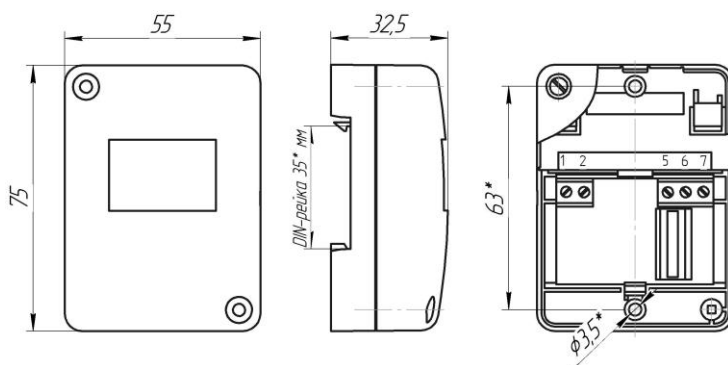

Рис.1. Габаритные и установочные размеры А16-МАУ.Ех, А16-МАУ.Ех исп.2
6.1.1. При проектировании размещения устройств пожарной автоматики необходимо руководствоваться Сводом правил СП 5.13130.2009. Габаритные и установочные размеры модуля показаны на рис.1, принципиальные схемы подключения – на рис.2.